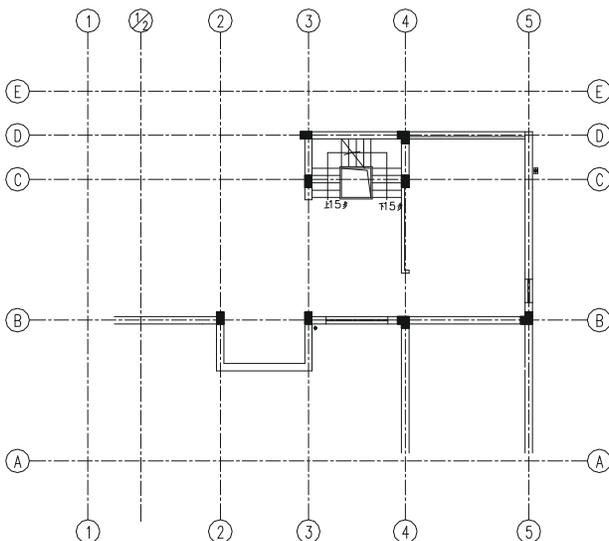

图 9-2-11
**STEP 01** 使用复制命令 COPY 复制一个二层平面图，并用删除命令 ERASE 对复制的图形进行适当的删除，得到如图 9-2-11 所示的效果。
**STEP 02** 使用偏移命令 OFFSET 分别将图 9-2-11 所示中的轴线 C-C、B-B 向下偏移 1800、1600。